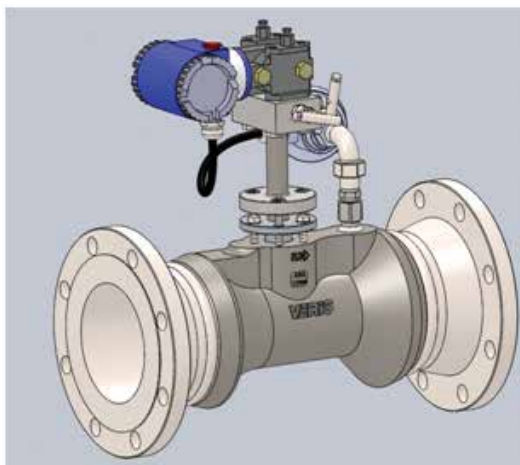

图 7: RTD 组件安装方向
- 将 RTD 配线轻轻穿过弯头。将相同的螺纹密封材料涂抹在弯头螺纹上, 然后将其旋入活接头。如有必要, 松开活接头, 使弯头指向主体一侧 (如图 7 所示), 然后重新拧紧活接头。
- 将 RTD 配线推入接线盒, 然后按图 7 所示方向将接线盒旋入弯头。